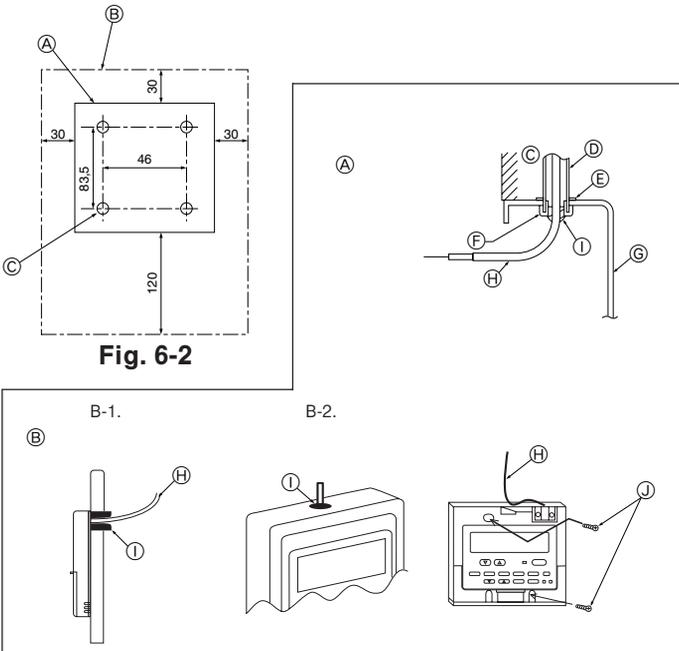

Fig. 6-3
(2) Καλύψτε την είσοδο του καλωδίου στο τηλεχειριστήριο με στόκο ή μαστίχη για να αποφύγετε την ενδεχόμενη είσοδο σταγόνων, νερού, κατασαριδών ή σκουλικιών. (Fig. 6-3)